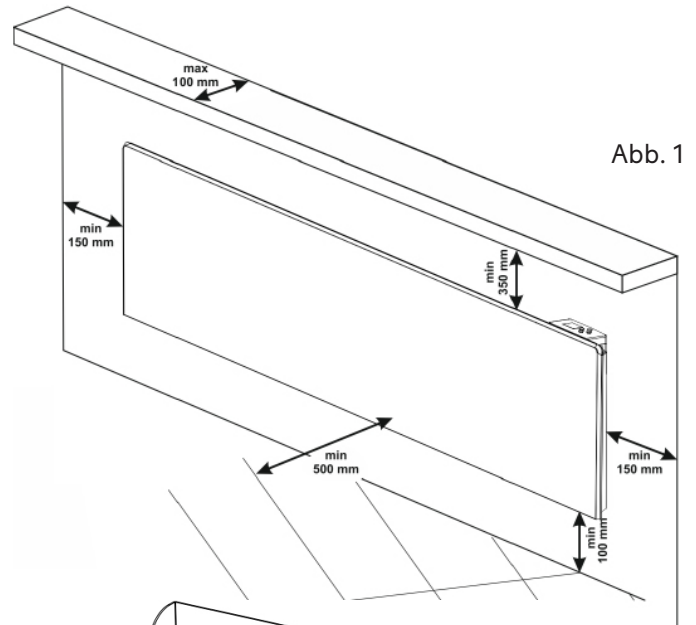
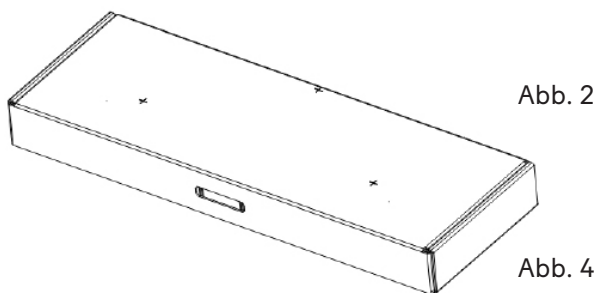
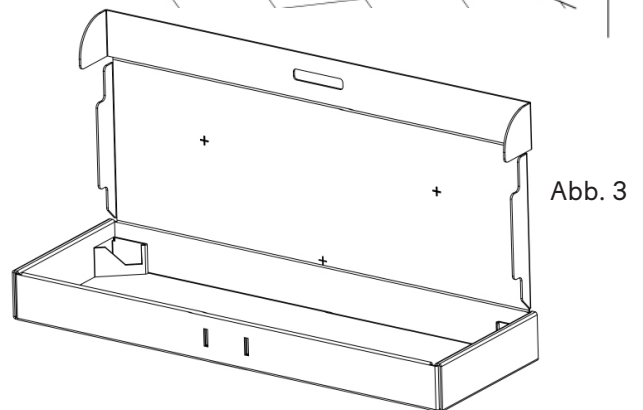

Abb. 1
Abb. 2
Abb. 3
- Den Montageort auswählen und die drei Befestigungspunkte für die Bohrungen markieren. Danach mit einem Bohrer mit  $\varnothing 6$  mm Löcher an den markierten Stellen in die Wand bohren (Abb. 1). Als Hilfe können die mit einem + gekennzeichneten Löcher in der Verpackung als Schablone verwendet werden (Abb. 2).
- Die Position an der Wand entsprechend den in Abbildung 1 genannten Maßen wählen. Den Karton öffnen und an die Wand halten (Abb. 3). Danach die markierten Löcher auf die Wand übertragen.